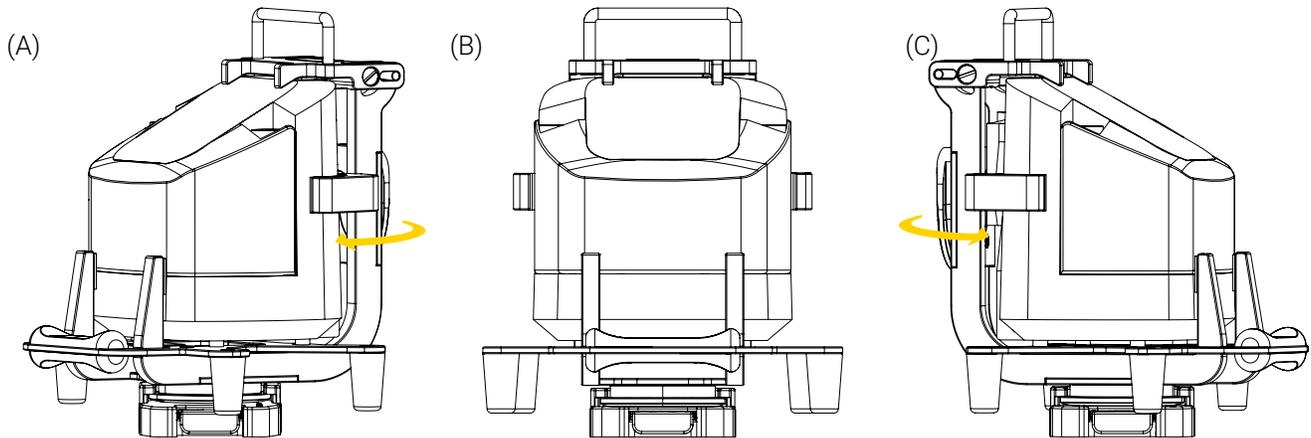

Figure 13: Rotation du support Bracket Pro Serie 61 – GR dans la Micro Base
3. Pour les support de fixation qui ont un micro disque inférieur, tourner le support dans le sens horaire ou antihoraire (Figure 13), jusqu'à la position désiré au besoin.